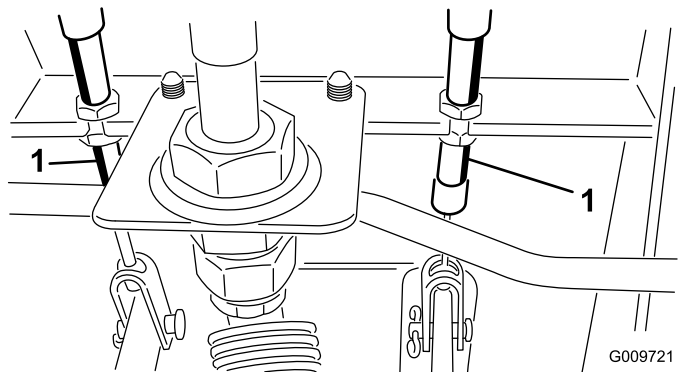

図 66
- A. ブレーキケーブル 図 66 の端にある前ナットをゆるめる。